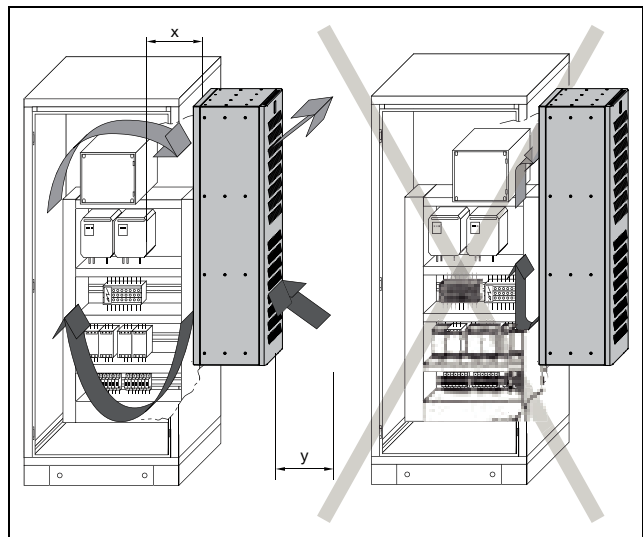

Fig. 6: Circolazione dell'aria all'interno dell'armadio di comando
- Il luogo scelto per l'installazione del condizionatore (e di conseguenza il suo posizionamento) deve consentire un'adeguata circolazione dell'aria (distanza minima tra condizionatori 200 mm, distanza dalla parete vedi distanza «y» in fig. 6 o tab. 2).
- Rispettare la distanza «x» (fig. 6) tra il condizionatore e i componenti elettronici e altri componenti all'interno dell'armadio in modo che la necessaria circolazione dell'aria non sia ostacolata o possa essere impedita.